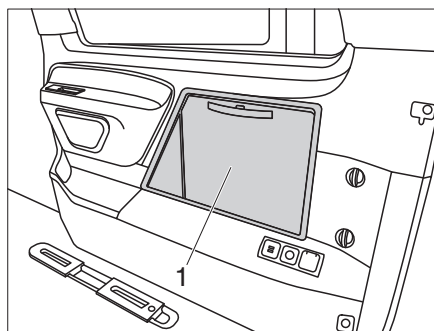
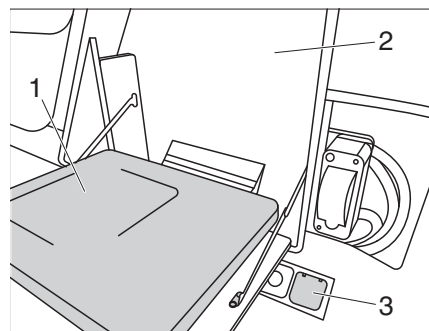

Figura 27 Trampilla de acceso
Figura 28 Campo de cocción de inducción con alimentación de corriente
El campo de cocción de inducción del VANSTAR se encuentra debajo de la trampilla de acceso al campo de cocción de inducción (Figura 27,1) en el lado derecho del vehículo.
- Abrir y plegar hacia a abajo (Figura 27) la trampilla de acceso del campo de cocción de inducción (Figura 28,1).
- Insertar el enchufe de red del campo de cocción de inducción (Figura 28,1) a la toma de corriente (Figura 28,3).
- Instalar el protector contra salpicaduras (Figura 28,2).